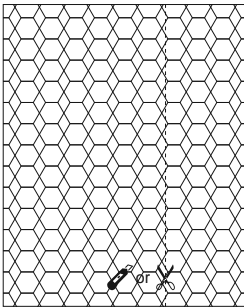
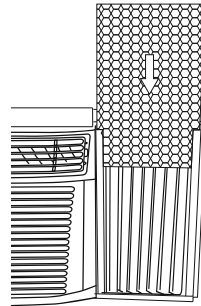

FIG. 11
FIG. 12
- 7** Mida el ancho de la cortina interior con la regla proporcionada, como se muestra (FIG. 10). Marque una línea por el lado modelado del panel de aislamiento proporcionado según la anchura medida y, a continuación, corte el panel de aislamiento por la línea, como se muestra (FIG. 11). Coloque el lado modelado del panel de aislamiento hacia dentro de la habitación y, a continuación, deslice el panel de aislamiento hacia el marco hasta que el panel caiga completamente dentro del marco de la cortina lateral. Si el panel de aislamiento no se desliza fácilmente por el marco, recorte el panel de aislamiento y vuelva a intentarlo, hasta que el panel de aislamiento encaje en el marco, como se muestra (FIG. 12). Repita las instrucciones para el otro lado.